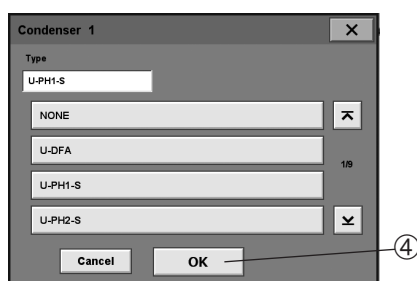

Рис. 14
3. Зарегистрируйте оптический элемент, установленный в данный момент на VX63, для каждого номера позиции турели конвертора. Коснитесь одного из используемых номеров позиции турели ③, чтобы открыть экран [Condenser] (конденсор) для данного номера (рис. 14).
4. Выберите тип оптического элемента и коснитесь кнопки **OK** (готов) ④, чтобы зарегистрировать тип.